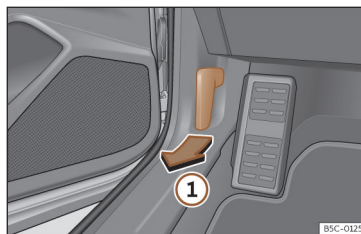

Fig. 213 Alavanca de desbloqueio no espaço para a zona dos pés do condutor.
- Abra a porta e puxe pelo manípulo que existe debaixo do painel de instrumentos >>> **Fig. 213 ①**.